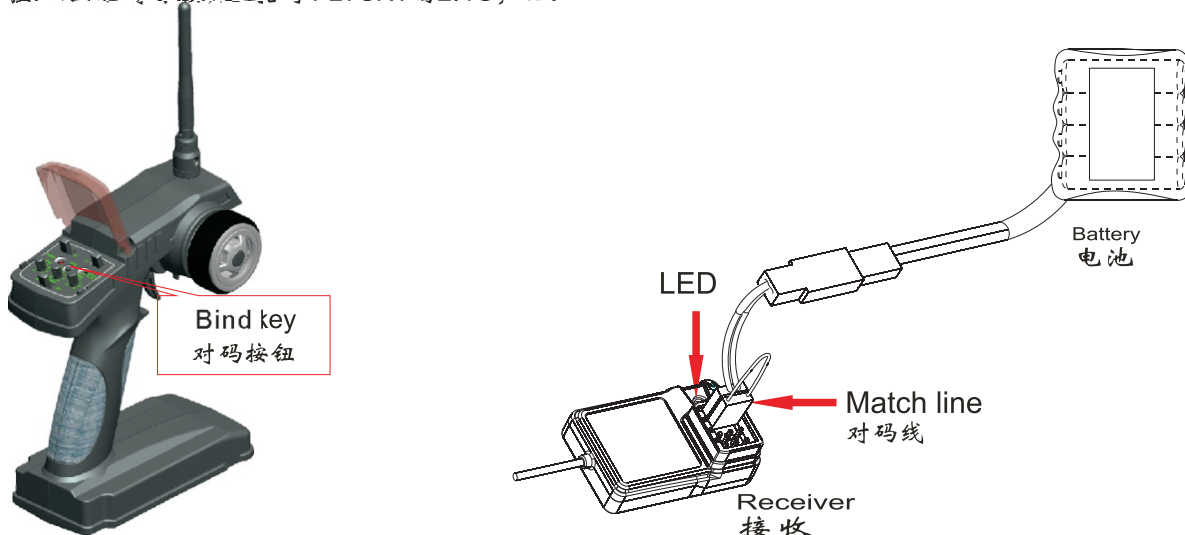

Figure 1 (图1)
- 将配对线插入接收机的BIND/CH3通道接口（如图1）。